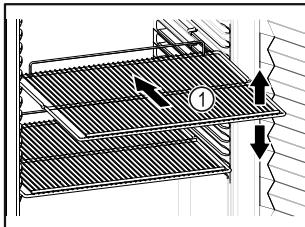

Fig. 65 Beispielhafte Darstellung
- Wenn Abstellroste Fig. 65 (1) versetzbare sind, je nach Höhe anpassen.